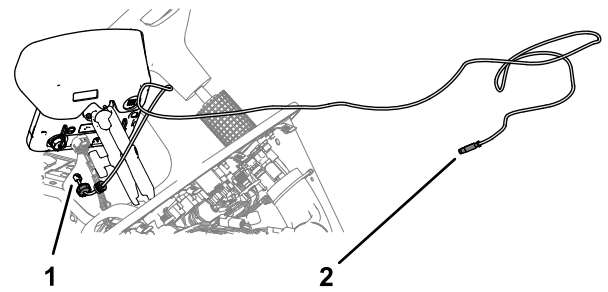

Figure 157
1. Installez le faisceau de données du modem en dirigeant le connecteur RS-232 étiqueté X-CONSOLE vers l'écran du pulvérisateur (Figure 157).